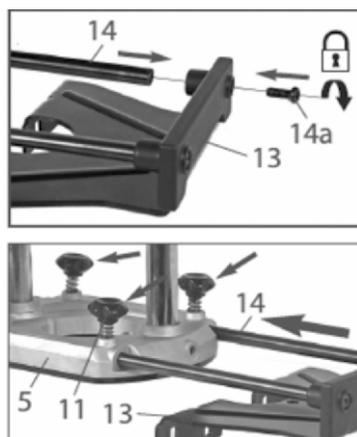

рис.6
Для осуществления ровного фрезерования параллельно края (кромки) обрабатываемой заготовки, на опорную плиту фрезера устанавливается параллельный упор (рис.6 поз.13).
- прикрутить упор (рис.6 поз.13) двумя винтами (рис.6 поз.4а) к торцам направляющих осей (рис.6 поз.14);
- ослабив винты фиксации (рис.6 поз.11), вставить направляющие оси (рис.6 поз.14) в отверстия опорной плиты;
- выставив нужное расстояние от фрезы до упора, зафиксировать оси винтами (рис.6 поз.11).